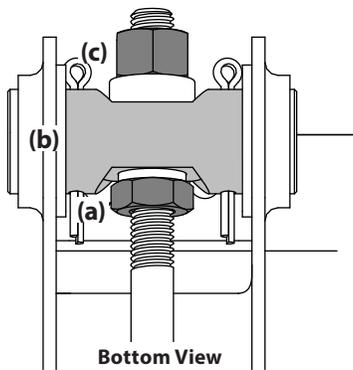

Figure 4-6
5. Pour relever le devant du plateau de coupe, desserrez les écrous autobloquants (a) à l'avant des axes de pivot (b) à l'aide d'une clé. Ensuite, serrez les contre-écrous (c) situés à l'arrière des axes de pivot pour relever le devant du plateau de coupe et le maintenir en place. Voir Figure 4-6.
6. Pour abaisser le devant du plateau de coupe, desserrez les contre-écrous (c) à l'arrière des axes de pivot (b) à l'aide d'une clé. Ensuite, serrez les écrous autobloquants (a) à l'avant des axes de pivot pour abaisser le devant du plateau de coupe et le maintenir en place. Voir Figure 4-6.